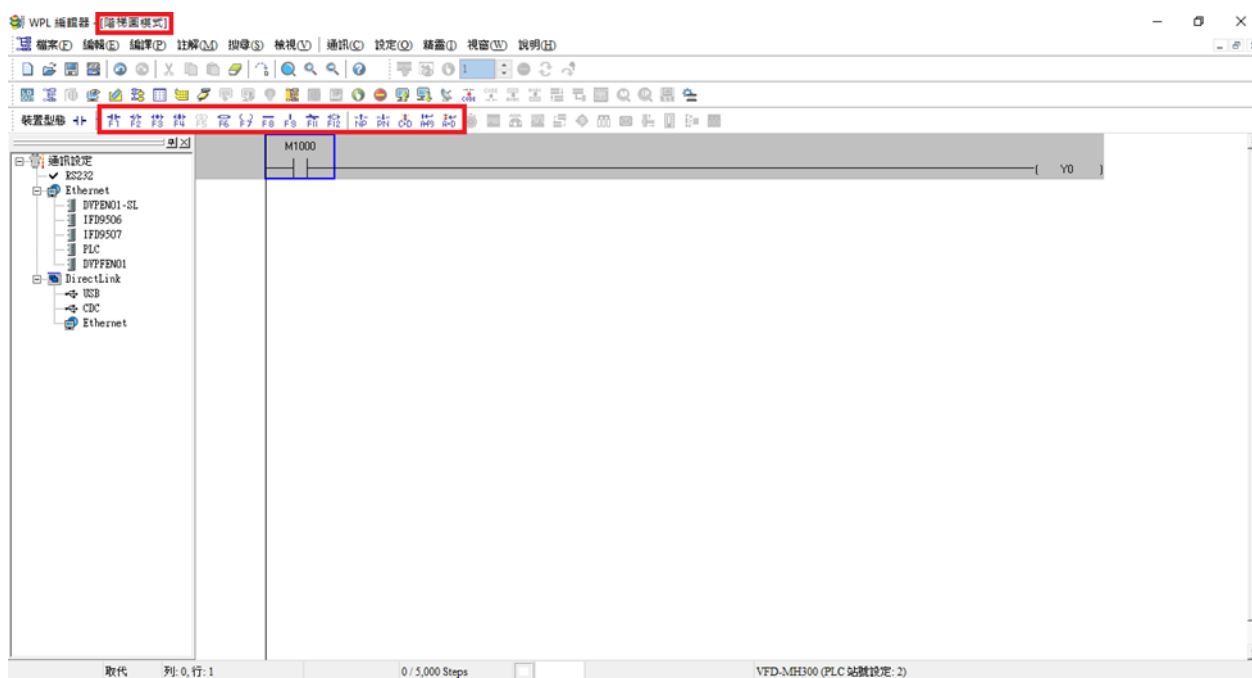

图 16-9
**NOTE** 在阶梯图模式中可利用阶梯图工具栏中的按钮（如下图 16-9 所示）进行编辑程序。